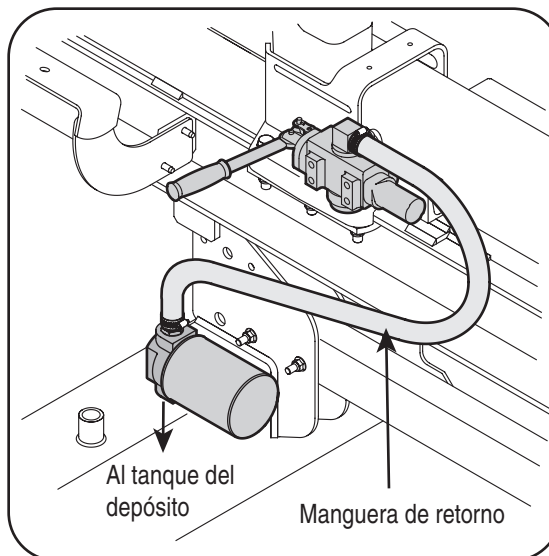

Figura 3-10
3. Acople el extremo de la manguera al accesorio sobre la parte superior del filtro. Coloque la abrazadera de la manguera en la base del accesorio y apriete firmemente. Vea la Figura 3-10.